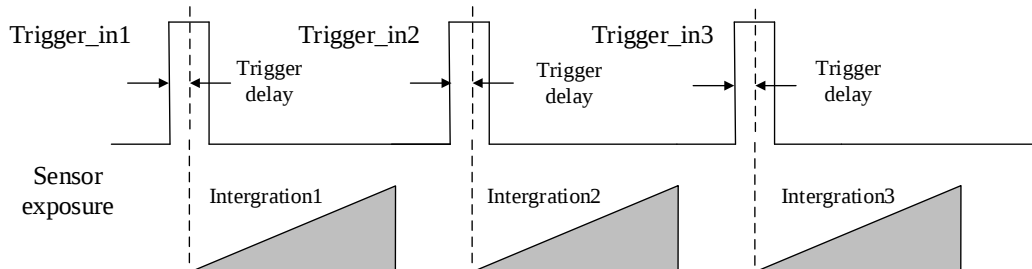

图4-44 信号延迟原理
3. 根据实际需求设置触发延迟时间，单位为  $\mu\text{s}$ ，默认为 0，即接收输入信号后立即触发设备采图。关于触发延迟的原理，如图 4-44 所示。